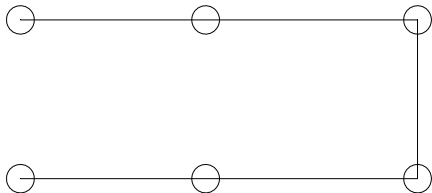

图 10-24 打开替换素材
**01** 按 Ctrl+O 组合键，打开配套光盘提供的“第 10 章/10.1.8 替换图块.dwg”素材文件，结果如图 10-24 所示。